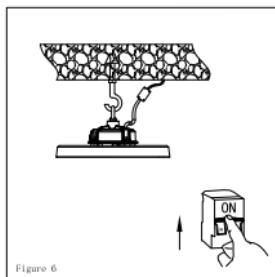

Figure 6
6. Accendere la corrente per assicurarsi che il prodotto funzioni. (fig.6)